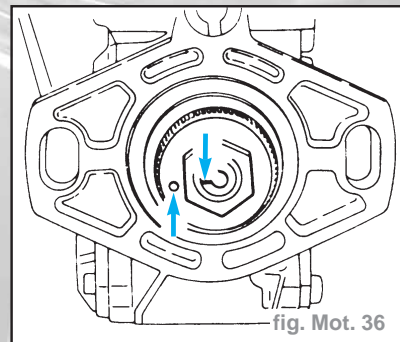

fig. Mot. 36
- Tenir compte de la rainure de clavette ! Le repère du pignon d'entraînement correspond à la position de la rainure de clavette (fig. Mot. 36).